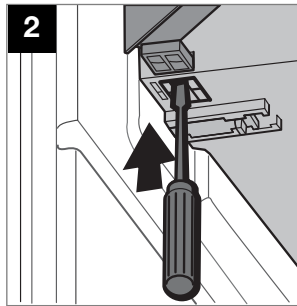

Abb. 31
- Entriegeln Sie die Frosterfachtür mit Hilfe eines Schraubendrehers (Abb. 31).